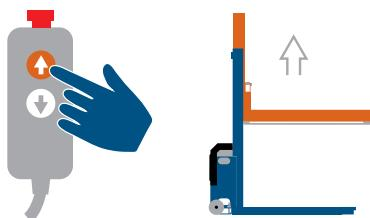

Figure 20 Appuyez sur le bouton du boîtier de commande pour lever le porteur de charge.
6. Appuyez sur le bouton du boîtier de commande pour lever le porteur de charge. Relâchez le bouton lorsque le porteur de charge a atteint la hauteur maximale ou après 10 secondes environ si le porteur de charge ne se lève pas. Si le porteur de charge ne se lève pas, la pompe hydraulique tourne probablement dans le mauvais sens. Intervertissez deux des phases du branchement électrique (voir figure 20) puis essayez à nouveau de lever le porteur de charge.